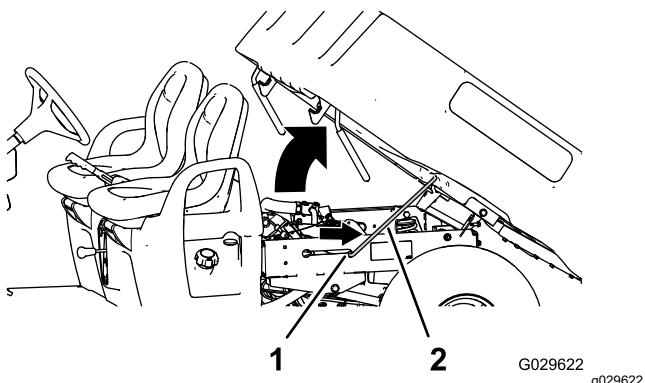

Figura 3
- Inserite l'asta di sostegno nella fessura di ritenzione per fissare il pianale (Figura 3).